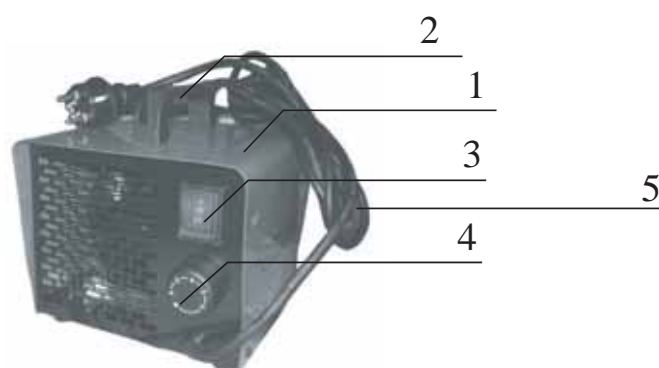

Рис. 1 Тепловентилятор
5.1 Схема тепловентилятора представлена на рис. 1.
5.3 Корпус 1 тепловентилятора (см. рис.1) изготовлен из листовой стали, покрытой высококачественным полимерным покрытием. Корпус установлен на четырех упругих опорах. Внутри корпуса расположены осевой вентилятор и высокоэффективный металлокерамический электронагреватель. Вентилятор втягивает воздух через отверстия в задней стенке корпуса, воздушный поток, проходя через электронагреватель, нагревается и подается в помещение через отверстия в передней стенке корпуса.
5.5 Электрическая схема теплового вентилятора представлена на рис. 1 Приложения.